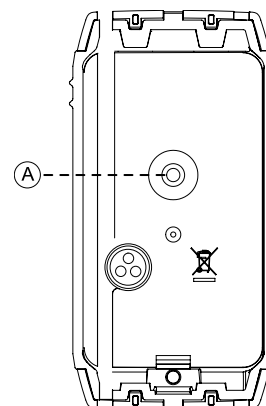
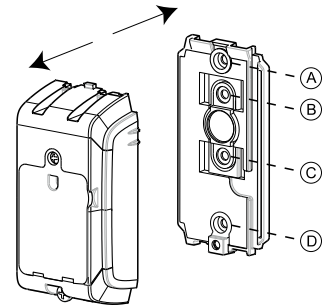
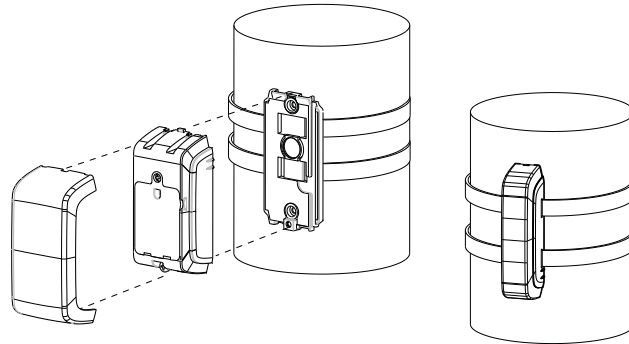

Figura 3: Antistrappo (A)
Figura 6: Separazione di dispositivo e staffa
Figura 8: Montaggio su una superficie curva
Attention! Alcuni modelli di BW-312 sono dotati di un interruttore antistrappo dietro al dispositivo. Vedere Figura 3. Assicurarsi che il dispositivo sia sempre inserito saldamente all'interno della staffa, in modo tale che la leva dell'interruttore venga premuta contro uno speciale segmento rimovibile della staffa, collegato debolmente alla stessa. Assicurarsi che il segmento a strappo della staffa sia fissato saldamente alla parete (fori B e C nella Figura 6). Se l'unità rilevatore viene rimossa a forza dal muro, questo segmento fuoriesce dalla staffa, determinando l'apertura dell'interruttore antistrappo.
3. Separare il dispositivo dalla staffa. Vedere Figura 6.
Nota: Usare sia il foro più in alto che quello più in basso (A e D nella Figura 6) nella staffa del dispositivo per il montaggio standard. Aggiungere entrambi i fori centrali (B e C nella Figura 6) per la protezione antistrappo.
Quando si monta il dispositivo su una superficie curva, seguire i passi da 1 a 3 in 3.2 *Montaggio del BW-312* quindi inserire delle fascette attraverso le fessure della staffa del dispositivo e del magnete (vedere Figura 8) e serrare entrambe le fascette attorno alla superficie curva. Per usufruire della funzione antistrappo, utilizzare entrambi i fori centrali nella staffa del dispositivo (B e C nella Figura 6) quando si fora e si avvita sulla superficie di montaggio.